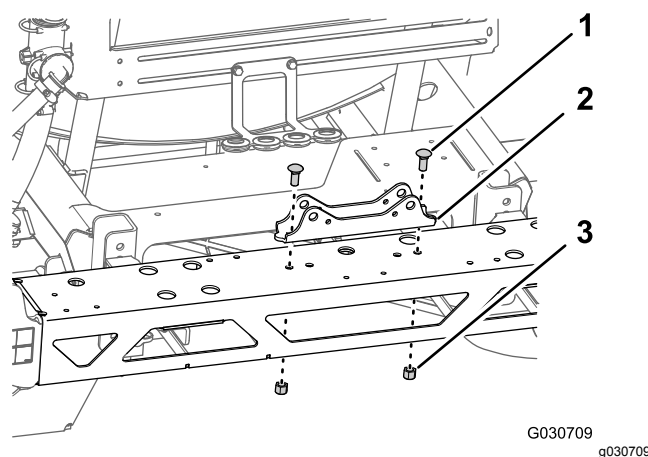

Рисунок 80
3. Выверните два каретных болта (1/2 x 1 1/4 дюйма) и 2 фланцевые контргайки (1/2 дюйма), с помощью которых крепление цилиндра подсоединяется к средней секции стрелы, и снимите крепление (Рисунок 80).